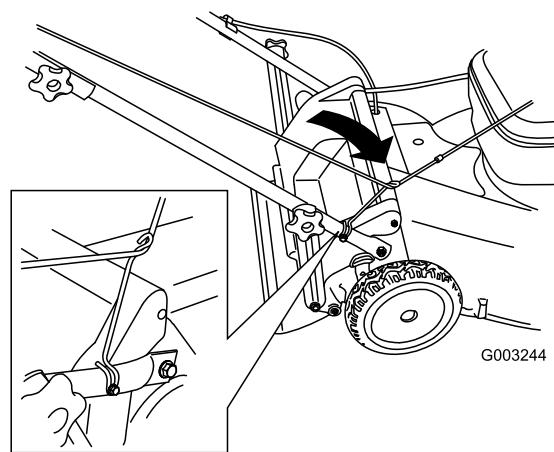

Figura 29
3. Pase la cuerda del arrancador alrededor de la guía de cuerda inferior (Figura 29).